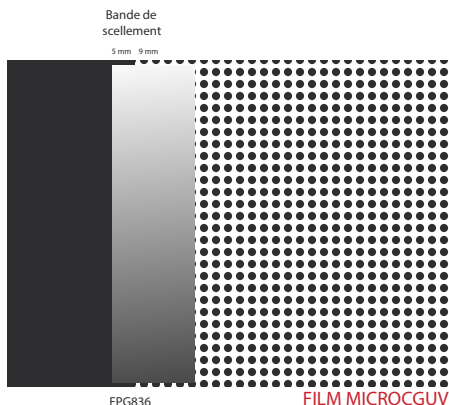

Figure 06
- › Coller la bandelette en la superposant sur 5 mm de vitre et 9 mm de film MICROGUV. (FIG. 06)